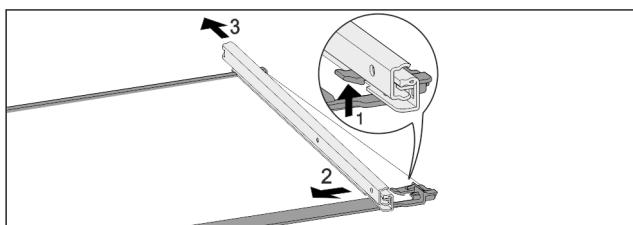

Fig. 120 Стеклянная пластина с направляющими
- Отожмите передний стопорный крючок вверх. Fig. 120 (1)
- Сдвиньте выдвижную направляющую в сторону Fig. 120 (2) и назад Fig. 120 (3).